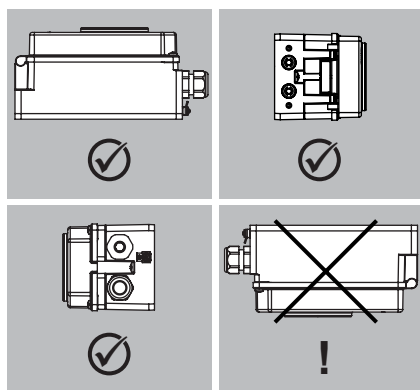

Fig. 5-2: Posiciones de montaje permitidas
- Tener en cuenta las posiciones de montaje permitidas (ver Fig. 5-2).